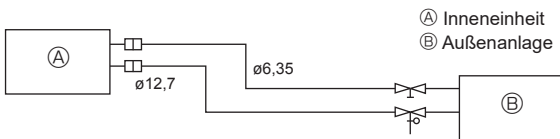

Fig. 5-2
(1) Nachstehende Tabelle zeigt die technischen Daten für im Handel erhältliche Rohrleitungen. (Fig. 5-2)